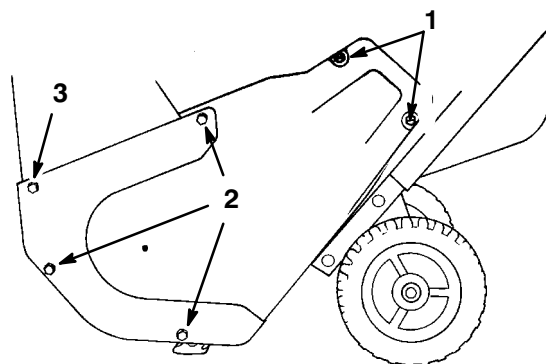

Figure 19
- Enlevez les trois vis autotaraudeuses, trois vis d'assemblage, une rondelle et trois écrous qui fixent le côté gauche du carter au châssis de la déneigeuse (Fig. 19).